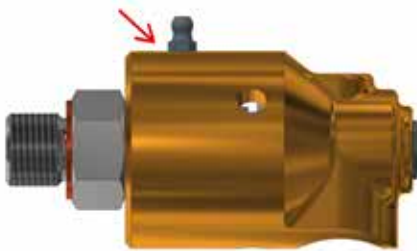

Abb. 12
- Verfügt die Drehdurchführung über einen Schmiernippel/Öler (siehe Abbildung 12), dann schmieren Sie sie.